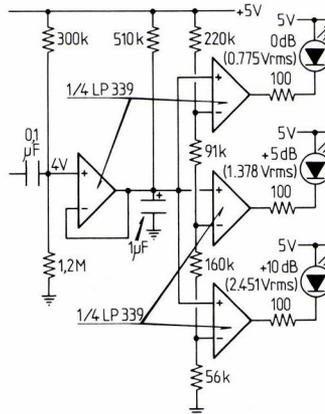

Fig. 4 : Indicateur de niveau audio à seuils.
La vitesse de décroissance du courant dans le triac est très élevée (fig. 4, courbe 1). C'est l'inductance parasite du circuit alternatif qui définit cette vitesse de commutation selon la relation :
Le circuit impose deux contraintes au triac (fig. 4).
- Décroissance rapide du courant (di/dt)c. Ex.: 80 A/ms dans cet exemple (fig. 4) caractéristique de courant.
- (dV/dt)c élevé, de faible amplitude, dû au déphasage généré par l'inductance parasite, suivi de la montée en tension à faible pente (fig. 4) caractéristique de tension.
Fig. 4 : Courant et tension au moment de la commutation. On remarque : le (di/dt)c élevé. Courant triac : 2 A/c ①. Tension bornes triac : 20 V/c ②. T = 50 μ s/c.